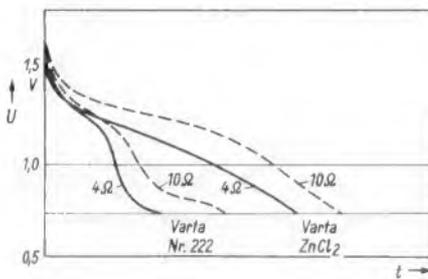

Bild 2. Verlauf der Spannung beim stetigen Entladen von Mignonzellen über 4  $\Omega$  und 10  $\Omega$  (gestrichelt)
**Kontinuierliche Entladung.** Bei einer Dauerentladung über 4  $\Omega$ , die etwa dem Betrieb eines tragbaren Tonbandgerätes entspricht, fällt die Spannung einer bisherigen Hochleistungszelle bald sehr steil unter 1 V ab (Bild 2). Die Zinkchloridzelle hat dagegen eine bedeutend höhere Kapazität. Bei 10  $\Omega$  Belastung (gestrichelte Kurven in Bild 2) werden die Verhältnisse etwas günstiger.